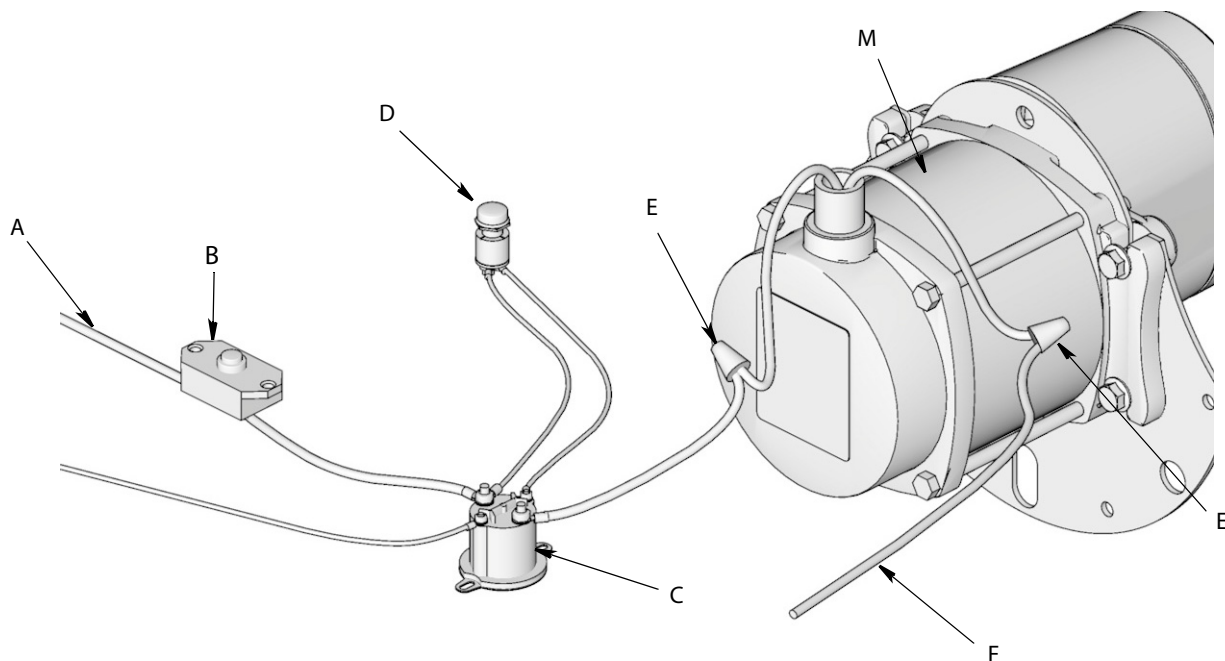
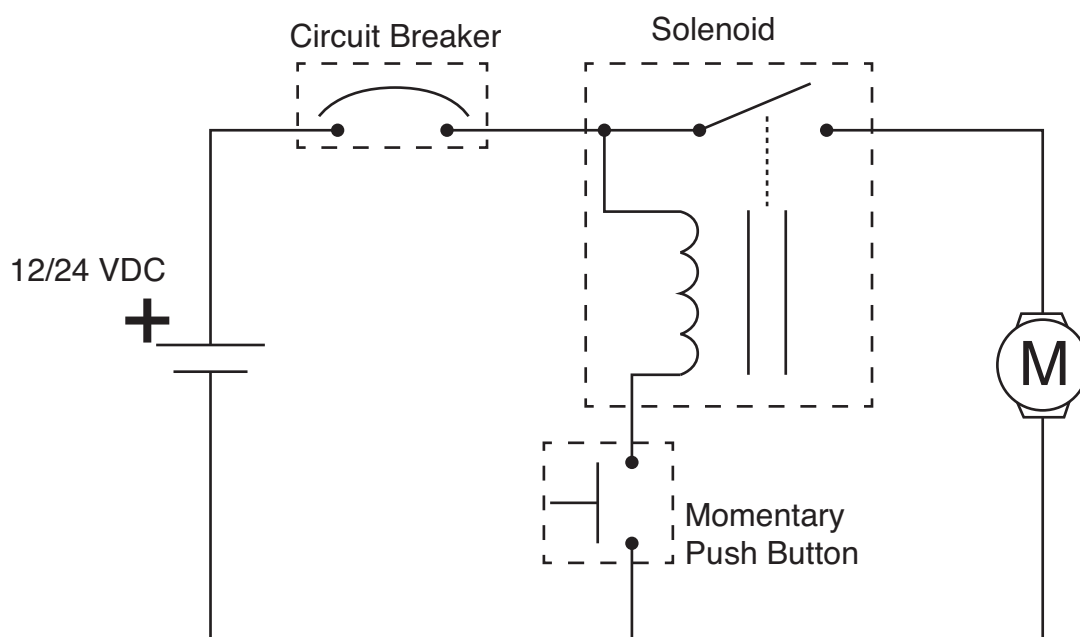

Рис. 8
Рис. 9
2. Следуйте схеме электропроводки, приведенной на Рис. 8, и электрической схеме, приведенной на Рис. 9.